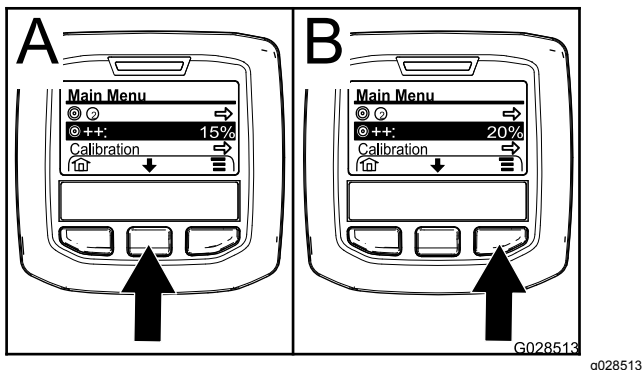

Figura 68
2. Se necessario, premete il pulsante di selezione centrale per evidenziare il potenziamento del volume di applicazione (Figura 68).
Nota: L'icona dell'incremento del volume di applicazione assomiglia a 2 segni (+) a destra di un bersaglio (Figura 68).
3. Premete il pulsante di selezione destro (Figura 68) per aumentare la percentuale di potenziamento in intervalli incrementali di 5% (massimo 20%).